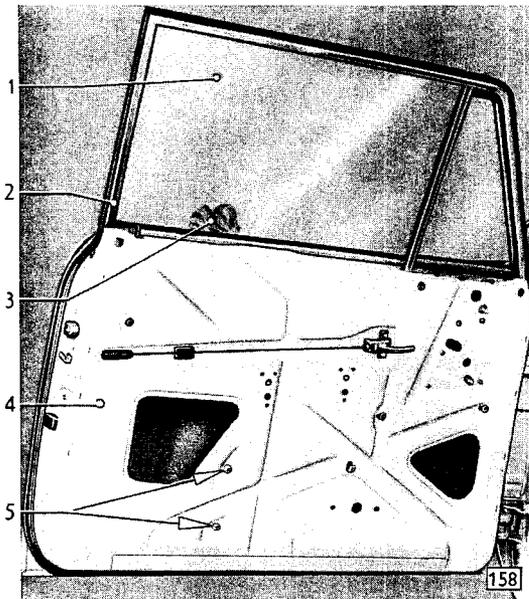

Bild 97 - Fallfenster mit Putzlappen festgeklemmt
6. Fenster nach oben schieben und mit einem Putzlappen im Fensterschacht festklemmen (Bild 97).